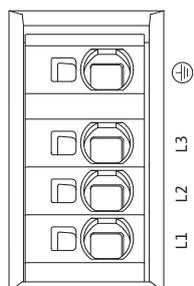

Fig. 33: Effektklemmer (nettilslutningsklemmer)
- Effektklemmer (nettilslutningsklemmer) (Fig. 33)